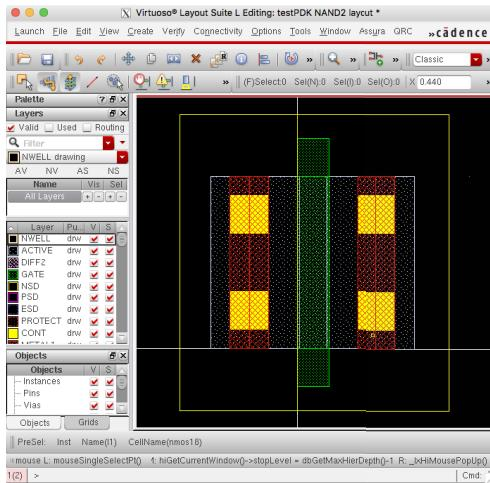

図 12: NMOS のレイアウトを置いたところ
6. 図 12 に nmos18 をデフォルトのまま置いた例を示す。緑色が GATE、左右の赤い部分が METAL1、白い部分が ACTIVE（拡散層）、大外の黄色枠が NSD（N 型 Implant）、黄色く塗りつぶされている部分が CONT（コンタクト）であり、対応するレイヤについてはウィンドウの左側に示されている。CONT を経由して ACTIVE と METAL1 が接続しており、左右の METAL1 はそれぞれトランジスタの Source/Drain になっている（レイアウトは左右対称なので、どちらがどちらかは厳密ではない）。ESC キーにより、現在実行しているコマンドを抜けることができる（困ったらとりあえず ESC を連打する）。